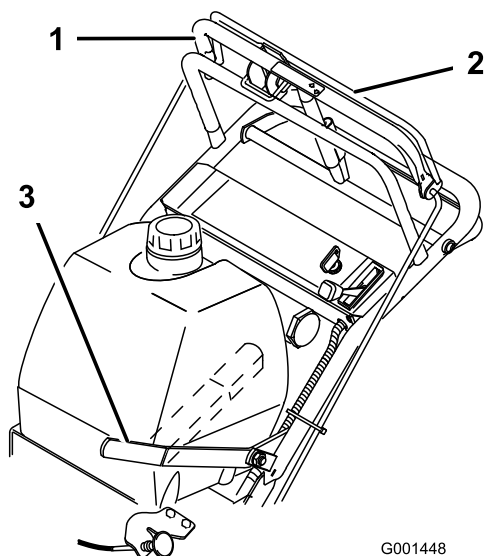

Figure 9
1. Pour engager les lames, serrez la barre de commande des lames contre la barre de commande supérieure (Figure 9).
Pour désengager les lames, tirez le levier de commande des lames (PDF) à fond en arrière (Figure 9). Le moteur s'arrêtera quand la barre de commande des lames sera relâchée alors que le levier de commande est engagé.